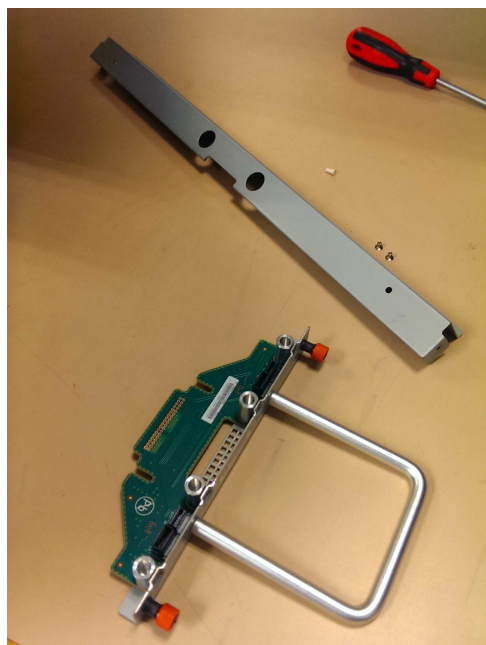

Рисунок 103. Компоненты платы интерфейса вентиляции для шасси
1. Соберите новую плату интерфейса вентиляции, крышку и винты крышки (см. рис. 103) в безопасном месте.